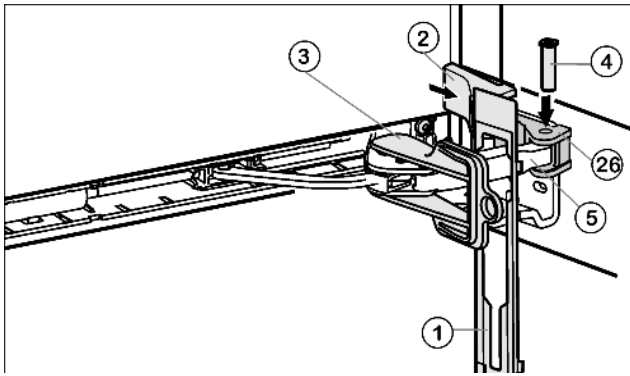

Fig. 13
- ▶ Blende Fig. 13 (1) auf den Dämpferbügel einhängen, so dass die Rasthaken nach vorne zeigen und die Vorderseite zum Gerät.
- ▶ Dämpferbügel Fig. 13 (5) zum Lagerteil Fig. 13 (26) hinziehen und Bolzen Fig. 13 (4) von oben wieder einstecken, so dass der Vierkant in der Vertiefung sitzt.
- ▶ Abdeckung Fig. 13 (2) aufsetzen und einrasten.
- ▶ Sicherung Fig. 13 (3) durch Verdrehen abnehmen.
- ▶ Blende Fig. 13 (1) an der Tür aufrasten.